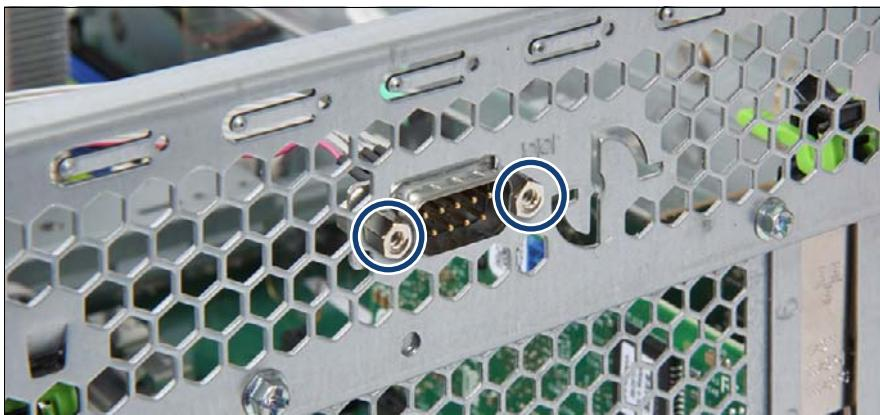

図 253: シリアルインタフェースの取り付け
- ▶ 2 本のボルト（図 253 を参照）を取り外して、シリアルインタフェースを取り外します。